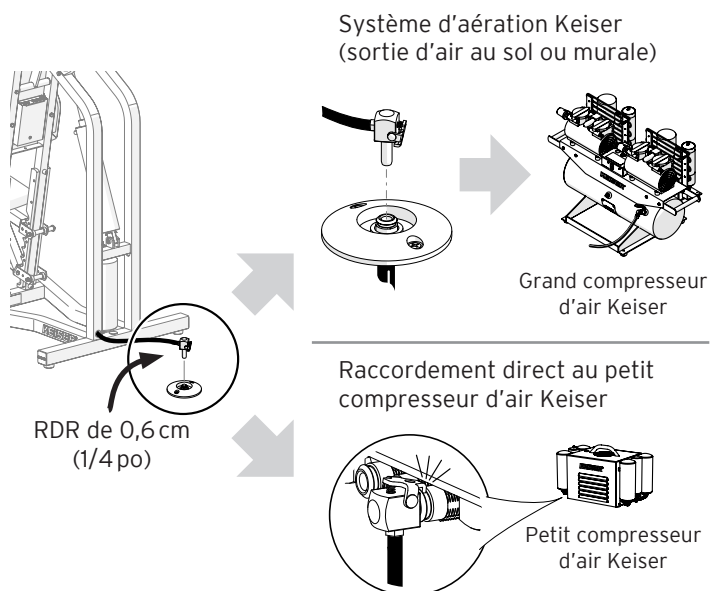

Figure 3. Comment raccorder l'appareil à l'alimentation en air Keiser
2. Branchez le Raccord à démontage rapide (RDR) de 0,6 cm (1/4 de pouce) de l'appareil à l'arrivée d'air Keiser (voir Figure 3).